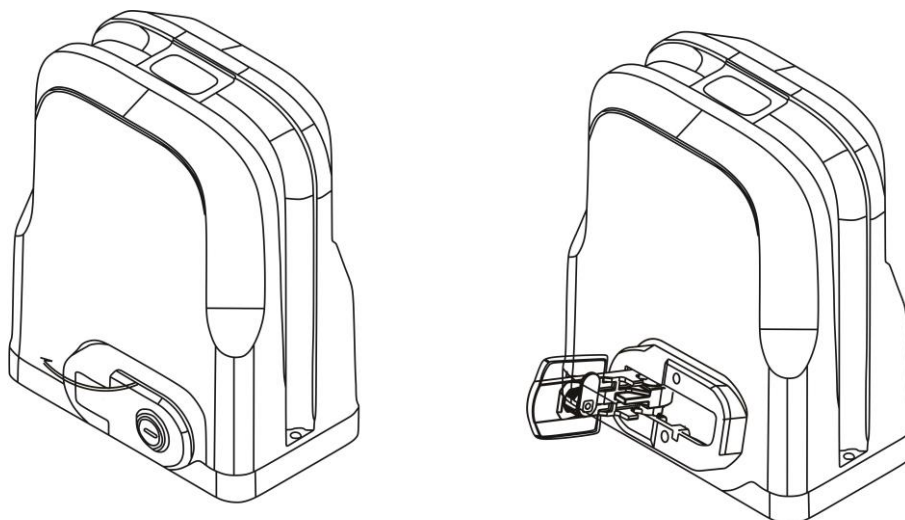

Figura 5: Rotiti la 90°
- Deblocati motorul inainte de instalare. Metoda de delocare este : inserati cheia de deblocare, si rotiti la 90° cum arata si in figura 5.